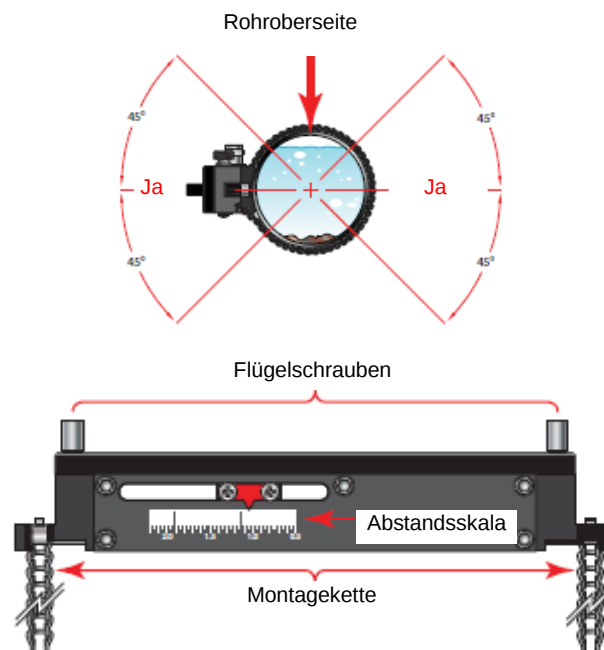

Abb. 31: Sensorabstandsskala der DTTSU-Skala
- 1) Es ist zunächst mithilfe des Gerätes der erforderliche Sensorabstand unter Verwendung der seitlichen Skala am DTTSU-Sensor zu ermitteln und einzugeben. Siehe Abb. 31.